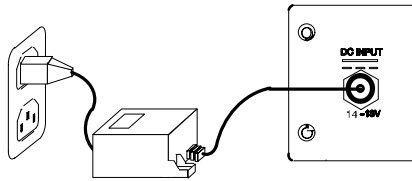

FIGURA 4
1. Conecte la fuente de CC al enchufe de alimentación en la parte trasera del receptor como se ilustra en la Figura 4. Enchufe el otro extremo de la fuente de alimentación a un tomacorriente.